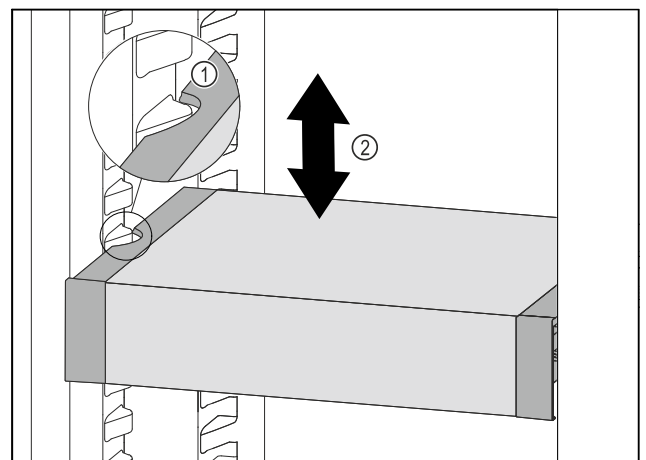

Fig. 35
- VarioSafe nach vorne ziehen, bis sich die seitlichen Aussparungen des VarioSafes auf Höhe der Behälterrippe im Kühlteil befinden. Fig. 35 (1)
- VarioSafe im Kühlteil nach oben oder unten bewegen, bis gewünschte Höhe erreicht ist. Fig. 35 (2)